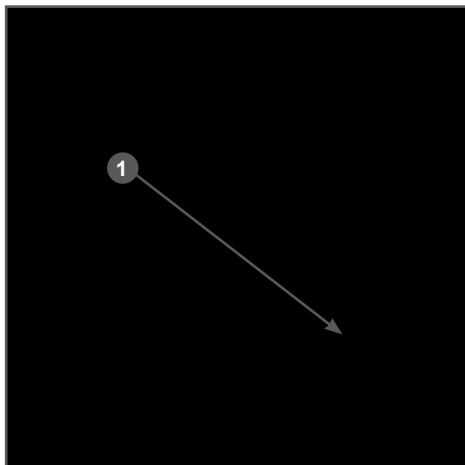

Рис. 19 Слив топлива с поплавковой камеры карбюратора
2. Выкрутите винт 1 сливного отверстия (Рис. 19) на 2-3 оборота и слейте топливо из поплавковой камеры карбюратора.
1. Слейте топливо из топливного бака и карбюратора (Рис.19).